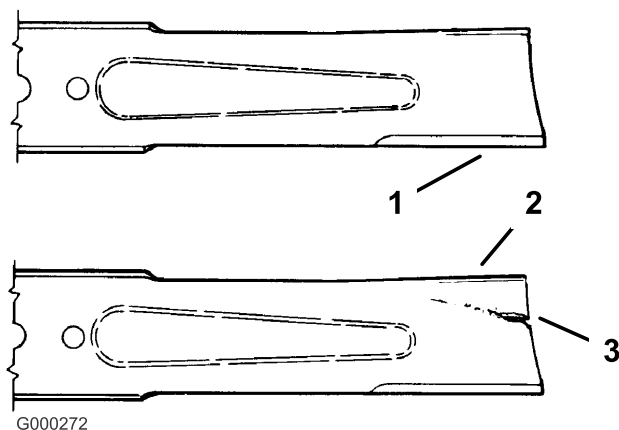

Figura 75
1. Inspeccione los filos de corte (Figura 75). Si los bordes no están afilados o tienen muescas, retire las cuchillas y afílelas. Consulte Afilado de las cuchillas.
2. Inspeccione las cuchillas, especialmente la parte curva (Figura 75). Si observa daños, desgaste o la formación de una ranura en esta zona (Figura 75), instale inmediatamente una cuchilla nueva.